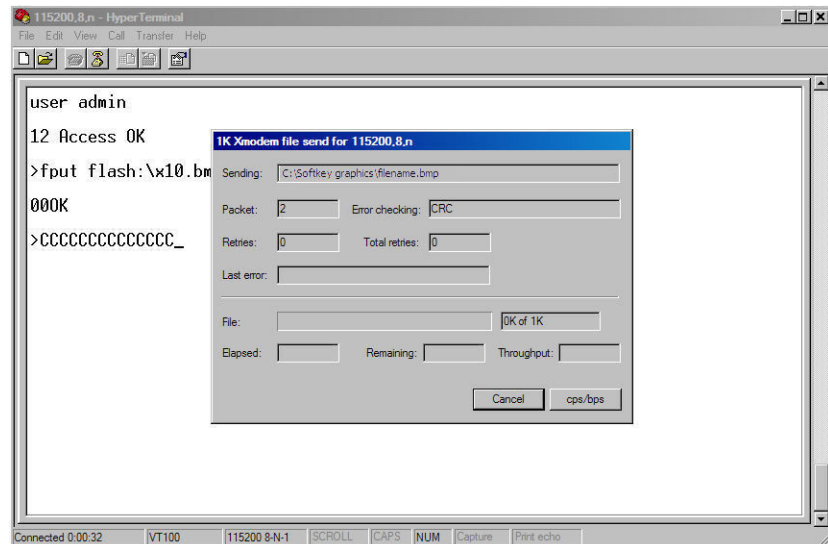

Figura B-10: Casella di dialogo File Transfer (Trasferimento file)
6. Fare clic su OK. Una barra di avanzamento indicherà lo stato di caricamento del file. Una volta completato il caricamento, il pulsante Cancel (Annulla) si modifica in OK (Figura B-10). Chiudere la casella di dialogo.